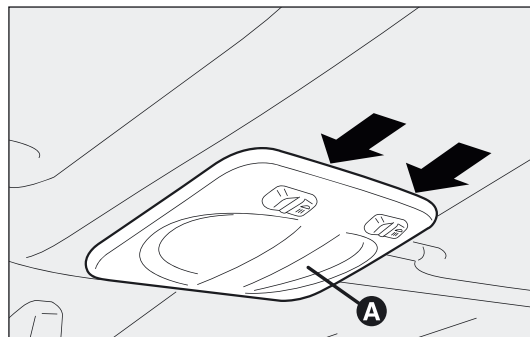
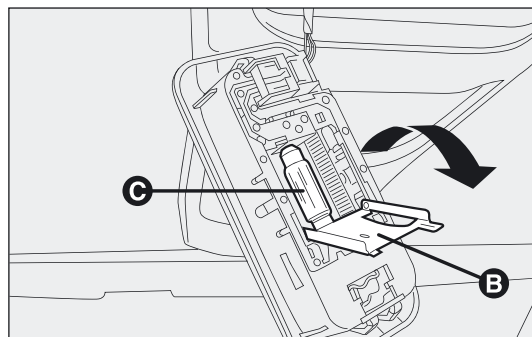

fig. 180
fig. 181
- ☐ maak het plafondlampje A-fig. 180 op de door de pijlen aangegeven punten los;
- ☐ open het beschermdeksel B-fig. 181;
- ☐ maak de lampen C-fig. 181 los uit de veercontacten aan de zijkant en vervang ze; controleer of de nieuwe lampen goed vastzitten in de veercontacten;
- ☐ sluit het beschermdeksel B-fig. 181 en plaats het plafondlampje A-fig. 180 in de zitting; controleer of het goed geborgd is.